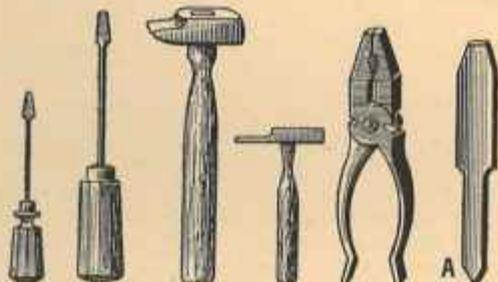

FIG. 75. — L'outillage de l'abonné moyen.
2° Deux tournevis (fig. 75): un petit, pour resserrer les vis des
3° Deux *maroteaux* (fig. 75) de tailles différentes;
4° Une *pince universelle* (fig. 75), comprenant une partie plate, une partie dentelée et une partie coupante;
5° Un *tamponnoir* (fig. 75), outil d'une seule pièce, en acier
(1) On tient le tamponnoir d'une main, la partie affûtée A (fig. 75) contre le mur et on frappe à coups de marteau, en faisant tourner le tamponnoir après chaque coup.